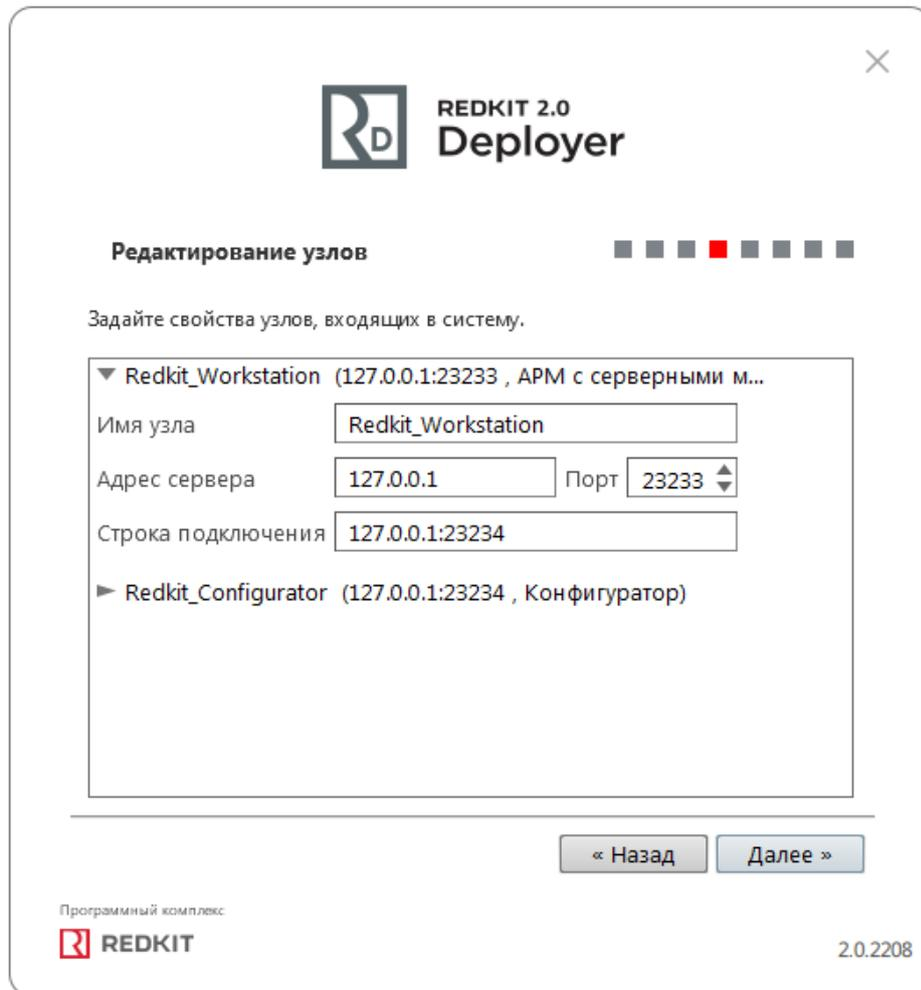

Рисунок 121 - Редактирование узлов
**10.** Оставьте свойства узлов по умолчанию и нажмите **Далее** (Рисунок 121).